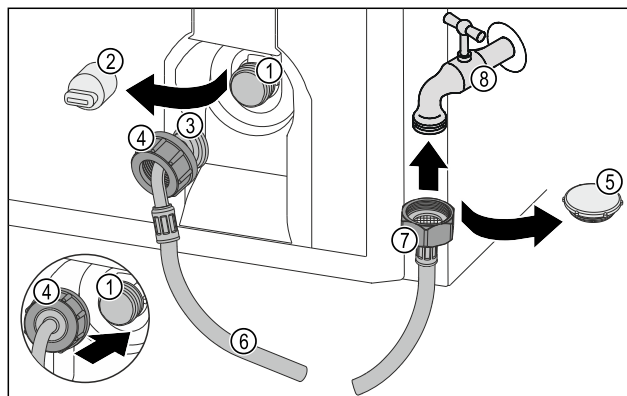

Fig. 15
- ▶ Uzavírací víčko Fig. 15 (5) odstraňte.
- ▶ Rovný konec hadice Fig. 15 (7) připojte k vodovodnímu kohoutku Fig. 15 (8).
- ▶ Utáhněte matici na rovném konci hadice Fig. 15 (7) ve směru hodinových ručiček.